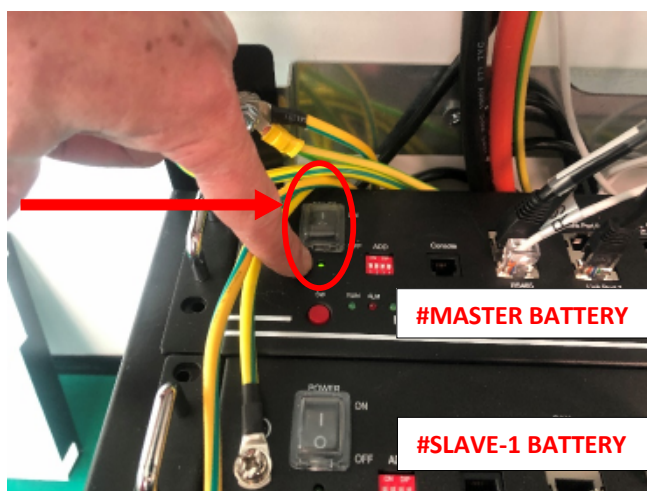

Figura 78 – Posizionare su “1” tutti gli interruttori di tutti i moduli batteria installati sul sistema di accumulo
- Attendere che sotto l'icona del PANNELLO compaia una potenza e verificare che: **in qualche minuto la potenza visualizzata sotto il TRALICCIO sia uguale a 0 W**, come mostrato nella foto seguente (Figura 78).